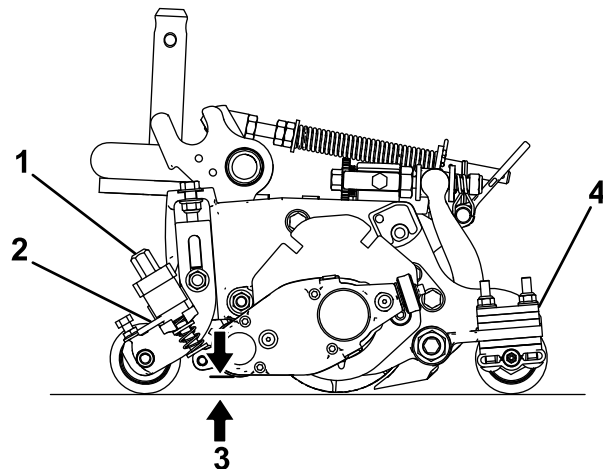

图 23
3. 旋转快速升起联杆图 23 至接合位置手柄朝向滚刀组的前面。
4. 在疏草刀滚刀的 1 个端部测量从疏草刀刀片的最低刀尖到工作表面的距离图 23。旋转高度调节旋钮图 23 提升或降低疏草刀刀尖至想要的疏草高度。